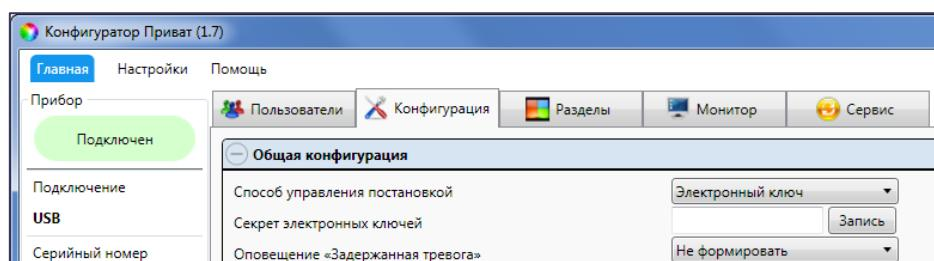
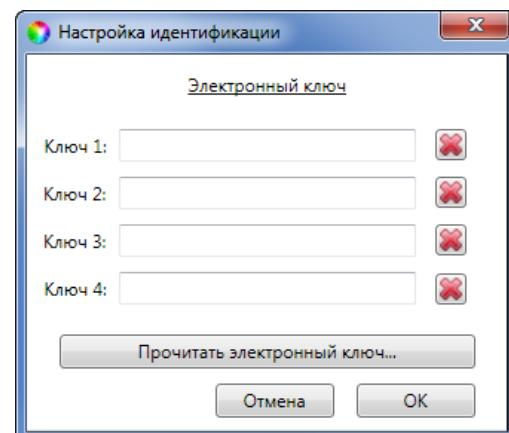

Рисунок 7.7 – Общая конфигурация контроллера Мираж-GSM-A8-04
Рисунок 7.9 – Создание ключей доступа для пользователя контроллера Мираж-GSM-A8-04
Далее перейдите к общей конфигурации базового контроллера и для параметра *Способ управления постановкой* выберите значение *Клавиатура Мираж-КД* или *Электронный ключ* (см. рисунок 7.7).
Вы можете ввести цифровые коды непосредственно в окне *Настройка идентификации* (см. рисунок 7.9), если для параметра *Способ управления постановкой/снятием* выбрано значение *Клавиатура Мираж-КД* (см. рисунок 7.7).
В Конфигураторе общей конфигурации базового контроллера для параметра *Способ управления постановкой* выберите значение *Электронный ключ* (см. рисунок 7.7).
- 3) В окне *Настройка идентификации* (см. рисунок 7.9) установите курсор в поле создаваемого ключа и нажмите кнопку *Прочитать электронный ключ*.
- 2) В Конфигураторе откройте вкладку *Конфигурация* и введите придуманный секрет в поле *Секрет электронных ключей* (см. рисунок 7.7).